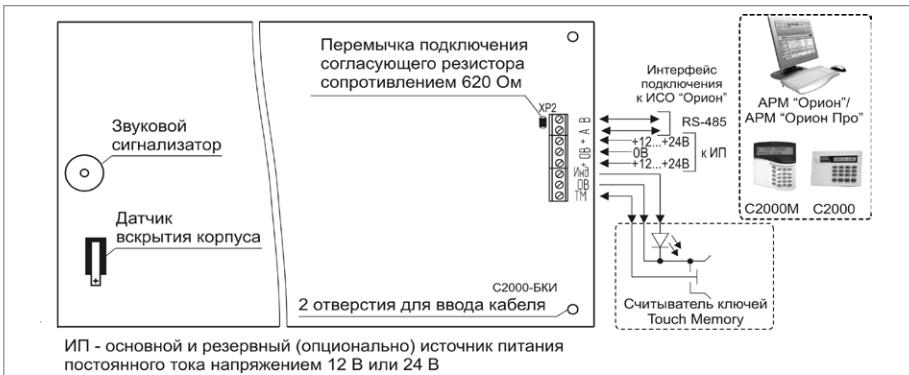

Рисунок 2.
- Подключение соединительных линий выполняйте в соответствии с проектной документацией и схемой на рис.2.